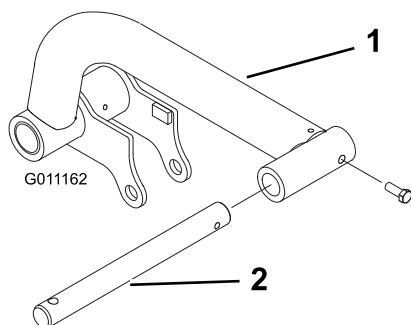

Figure 7
- Insérez une tige de pivot dans chaque bras de levage et alignez les trous de fixation (Figure 7).